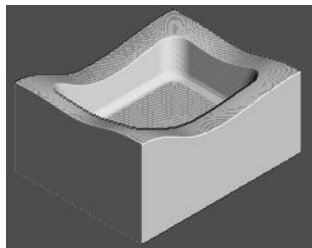

图 3-27 仿真加工结果 2
2) 在“仿真”工具栏的“当前刀具路径”下拉列表中选择要模拟的刀具路径 semifinish，然后单击“执行”按钮，系统开始自动仿真加工，仿真加工结果如图 3-27 所示。